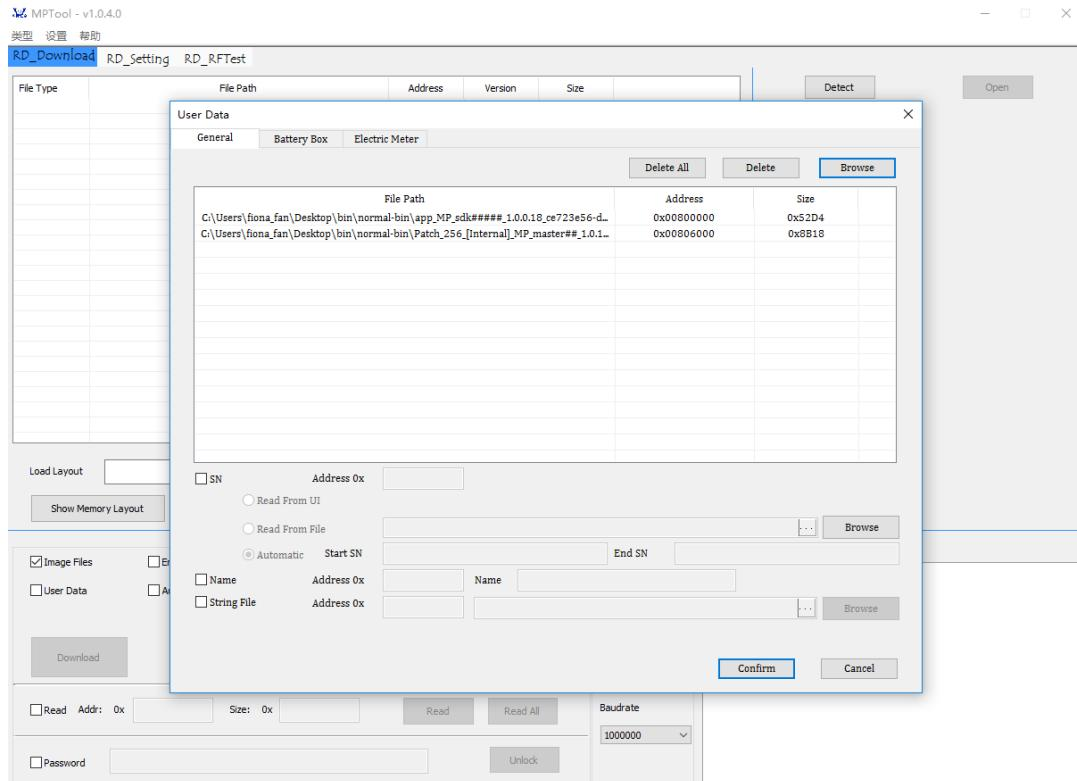

图 8-12 User Data 编辑
4) 点击 User Data 按钮可编辑 layout 以外的用户自定义数据，注意不要与 flash layout 相冲突。User Data 文件添加方式类比上一步骤中添加 image，如图 8-12 所示；